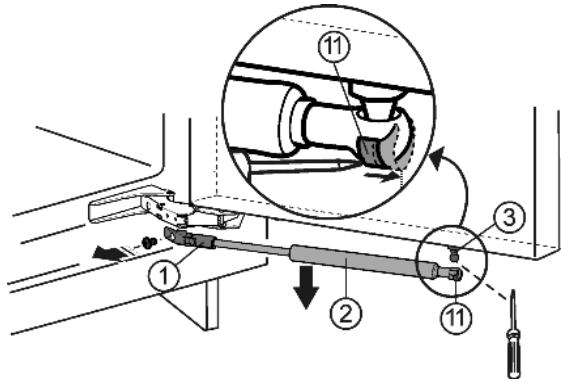

Fig. 3
- ▶ Con un cacciavite spingere la molla di trazione Fig. 3 (11) di trazione verso l'esterno.
- ▶ Togliere l'ammortizzatore di chiusura Fig. 3 (2) tirando verso il basso.
- ▶ Svitare il supporto Fig. 3 (1).
- ▶ Svitare il perno sferico Fig. 3 (3) (Torx® 20)